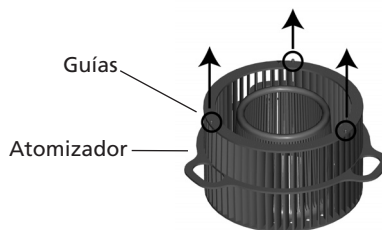

Figura 15
3. Coloque el atomizador en el depósito superior, alinee los tres orificios ovalados del atomizador con los tres dientes del depósito superior. El lado del atomizador que tiene los tres guías cortas debe estar mirando hacia arriba. Vea la figura 15.